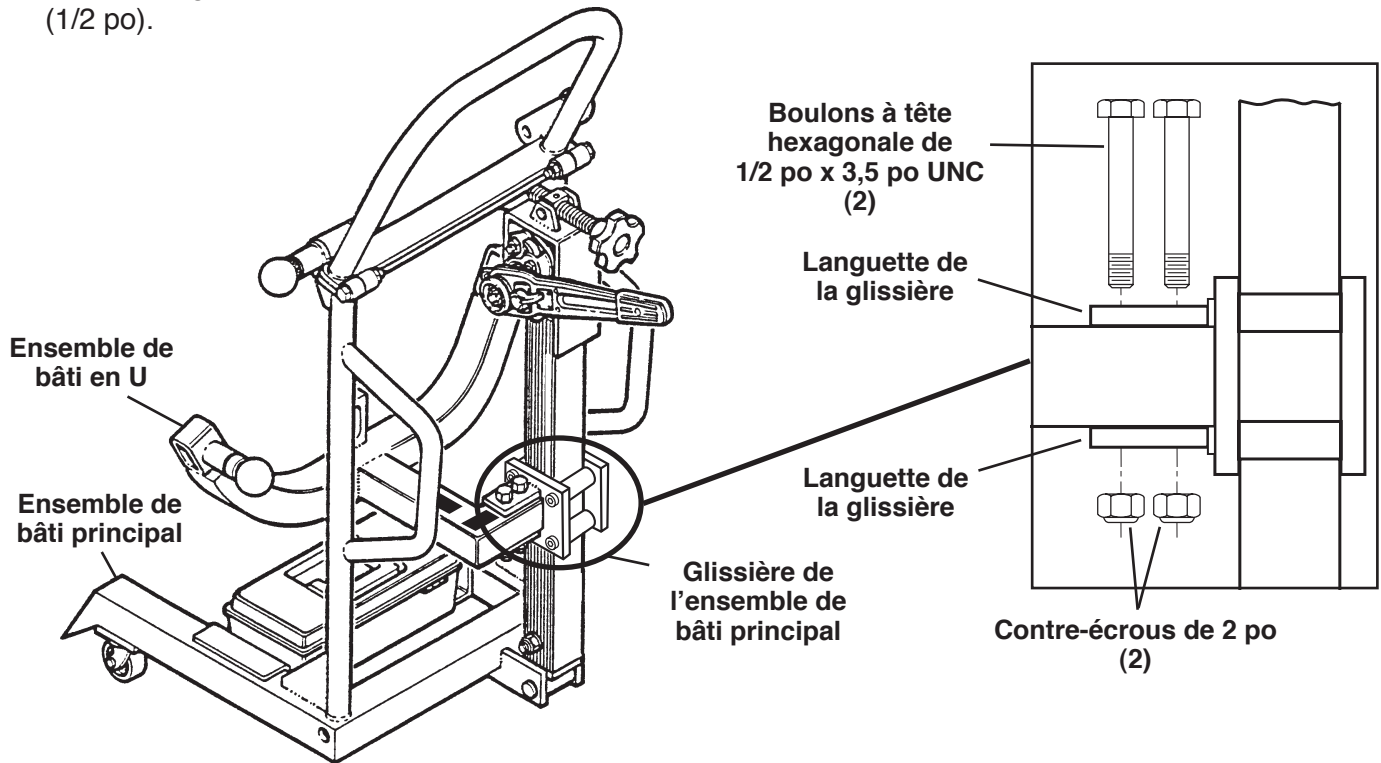

Figure 4
5. Mettez l'ensemble de bâti en U en position dans les languettes de la glissière de l'ensemble de bâti principal, tel qu'illustré à la Figure 4, et fixez l'ensemble en place à l'aide de deux boulons à tête hexagonale (1/2 po x 3,5 po) et de deux contre-écrous (1/2 po).